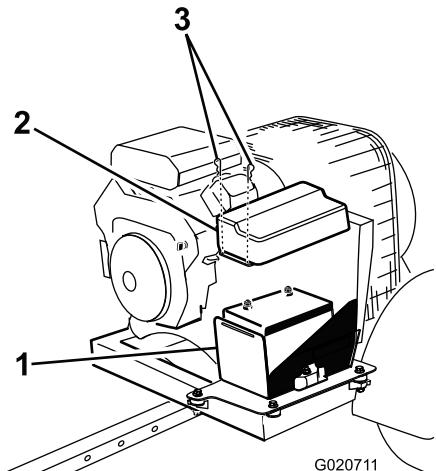

図 38
- バッテリーカバーをバッテリーボックスに固定しているクリップを外し、ボックスからカバーを取り外す（図 38）。